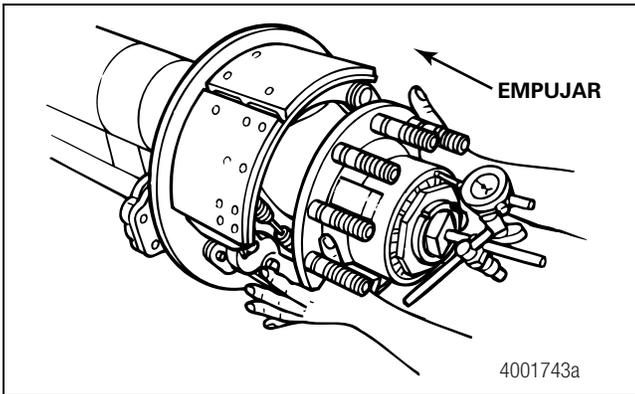

Figura 2.12
3. Empuje la maza HACIA DENTRO hasta que el indicador de esfera deje de cambiar. No gire el extremo de rueda. Ponga el indicador de esfera en CERO. Figura 2.12.